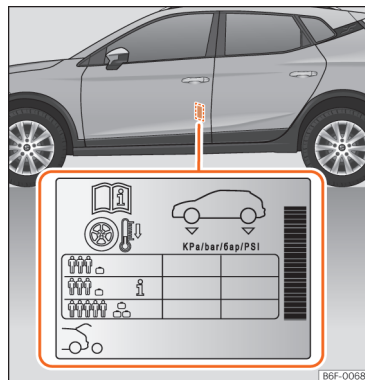

Fig. 189 Localização do autocolante da pressão de ar dos pneus.
- Adapte a pressão dos pneus à carga transportada pelo veículo »» Fig. 189.
Os valores da pressão de enchimento indicam-se na etiqueta autocolante situada na zona posterior da moldura da porta dianteira esquerda »» Fig. 189.
A pressão dos pneus tem de ser ajustada à carga momentânea do veículo. Se pretender utilizar o veículo com a carga máxima, terá de aumentar a pressão dos pneus para o valor máximo indicado na etiqueta »» Fig. 189.
No caso de uma roda de emergência mais estreita (125/70 R16 ou 125/70 R18), encher a 4,2 bar de pressão segundo indicado na etiqueta de pressão dos pneus »» Fig. 189.
Dependendo do veículo, pode adaptar-se a pressão de ar dos pneus para meia carga para aumentar o conforto de condução (pressão de ar dos pneus  »» Fig. 189). Quando se circula com a pressão de ar de conforto, o consumo de combustível pode aumentar ligeiramente.
- O condutor é responsável por garantir que todos os pneus do veículo estejam cheios com a pressão correta. A pressão de ar recomendada é indicada num autocolante »» Fig. 189.
- Com os pneus a frio, deverá manter-se sempre a pressão indicada no autocolante »» Fig. 189.